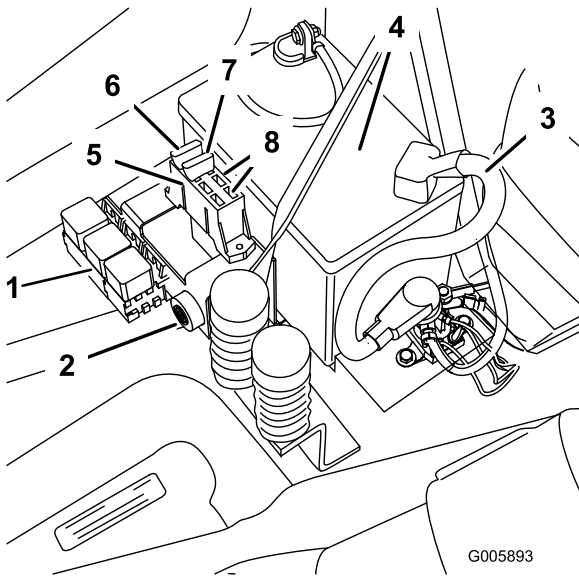

Figura 46
1. Levante el asiento para tener acceso al portafusibles (Figura 46).
2. Para cambiar un fusible, tire del fusible para retirarlo (Figura 46).